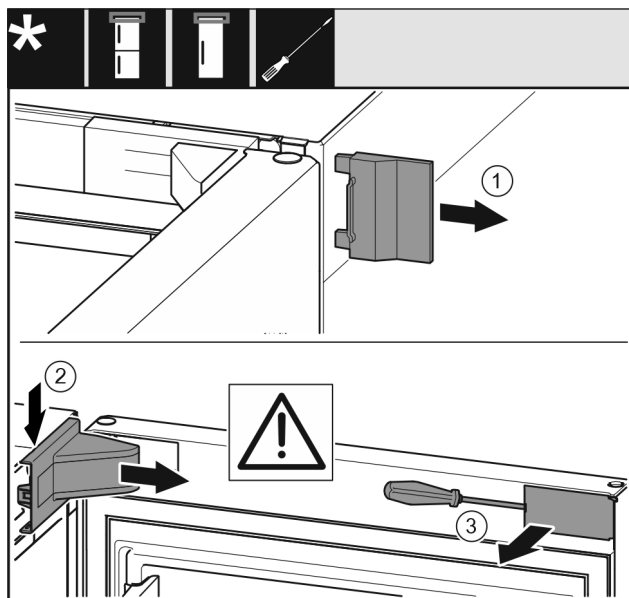

Fig. 8
- Ta bort det yttre skyddet *Fig. 8 (1)*.
- Lossa lagerbocksskyddet *Fig. 8 (2)* och ta av det.
- Lossa panelen *Fig. 8 (3)* med spårskruvmejsel och sväng den åt sidan.